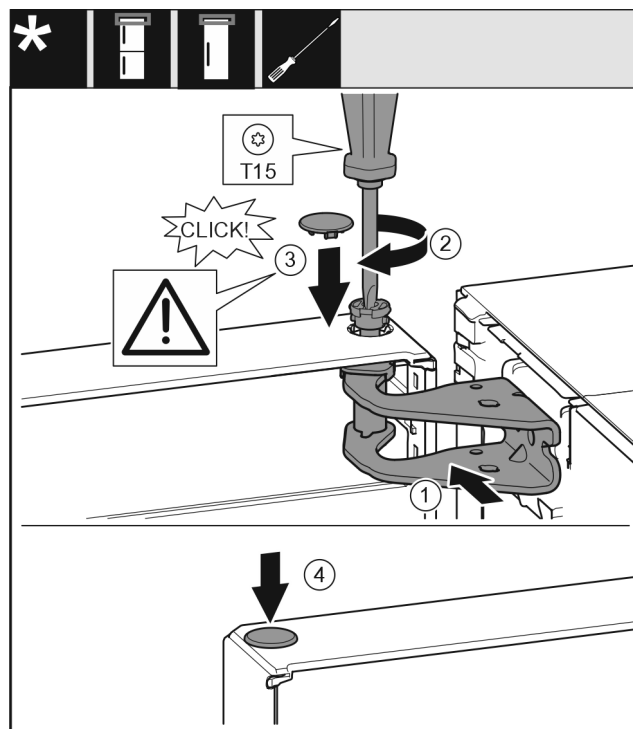

Fig. 15
- ▶ Ευθυγραμμίστε την πόρτα επάνω με το άνοιγμα στο στήριγμα. Fig. 15 (1)
- ▶ Τοποθετήστε τον πείρο και σφίξτε με κατσαβίδι T15. Fig. 15 (2)
- ▶ Τοποθετήστε το κάλυμμα ασφάλισης για την ασφάλιση της πόρτας: Τοποθετήστε το κάλυμμα ασφάλισης και ελέγξτε εάν εφαρμόζει στην πόρτα. Διαφορετικά, τοποθετήστε ολόκληρο τον πείρο. Fig. 15 (3)
- ▶ Τοποθετήστε την τάπα. Fig. 15 (4)